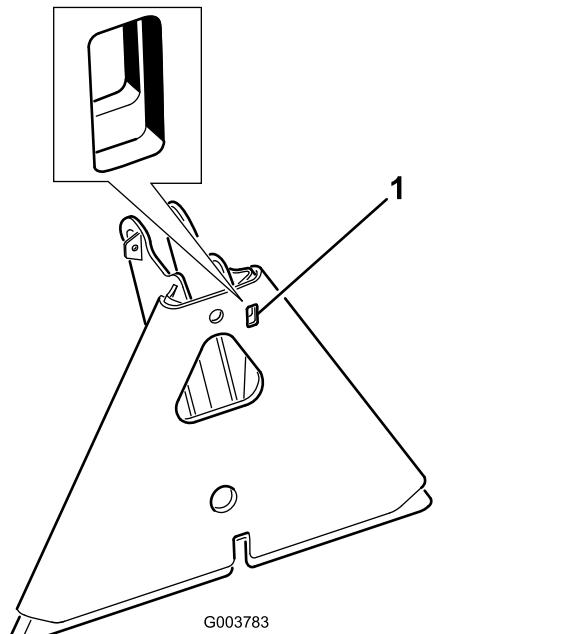

Bild 19
**Hinweis:** Wenn der Adapter für das Anbaugerät am Adapter der Zugmaschine feststeckt, stecken Sie einen Schraubenzieher oder eine Brechstange in den Schlitz, um die Teile zu trennen (Bild 19).